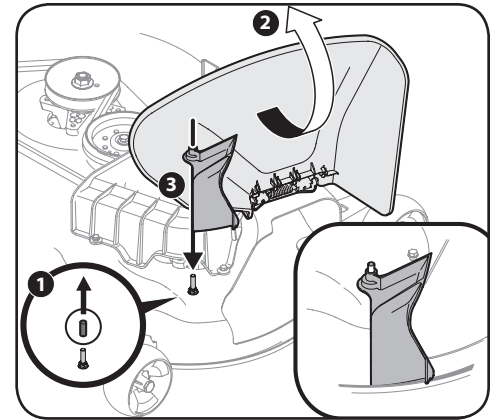

Figure 4-30
- Soulevez par les poignées situées dans la partie inférieure du tube de goulotte. Faites glisser le tube de goulotte sur le coude de goulotte monté sur le plateau de coupe, comme illustré à la Figure 4-30.